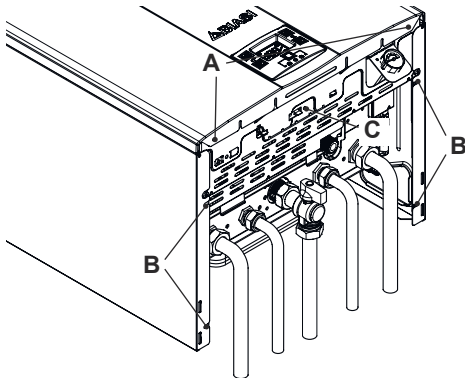
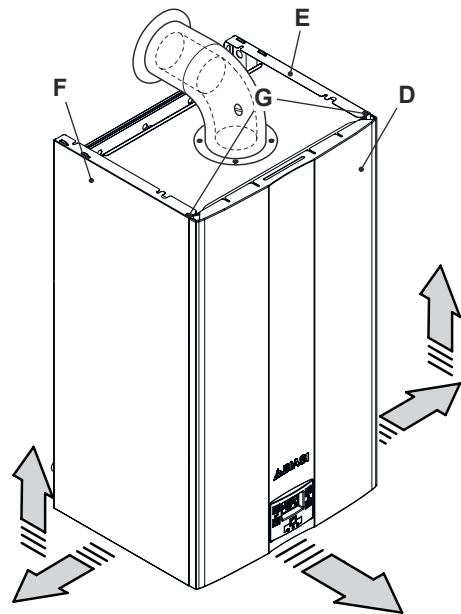

Рисунок 9.6
Рисунок 9.7
- Відкрутіть гвинти **A** та **G** і зніміть передню панель **D**, потягнувши її на себе (Рисунок 9.6 і Рисунок 9.7).
Відкрутіть гвинти **B** на Рисунок 9.6 і зніміть дві бічні панелі **E** та **F**, потягнувши їх назовні та підштовхнувши вгору, щоб зняти їх з верхніх опор.
- Відкрутіть гвинт **C** (Рисунок 9.6).